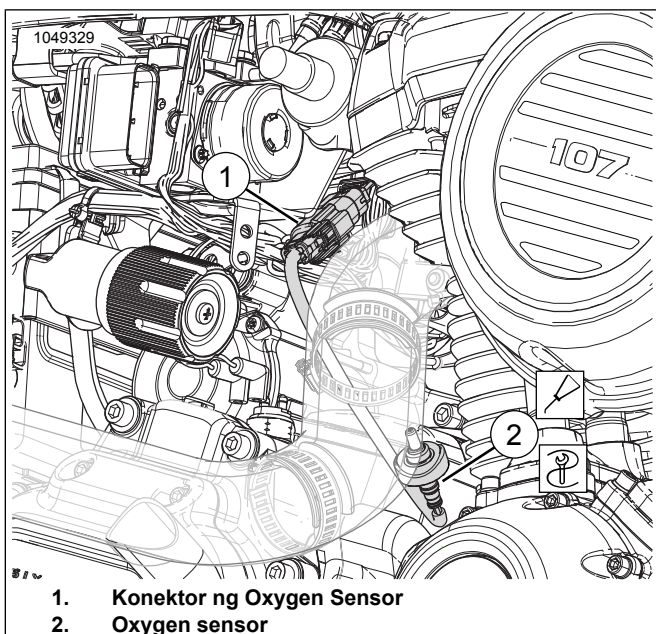

Figure 20. Sensor ng Oxygen sa Likod
Tingnan ang Figure 20 . Idiskonekta ang pangkonekta ng oxygen sensor (1) mula sa pangunahing harness.